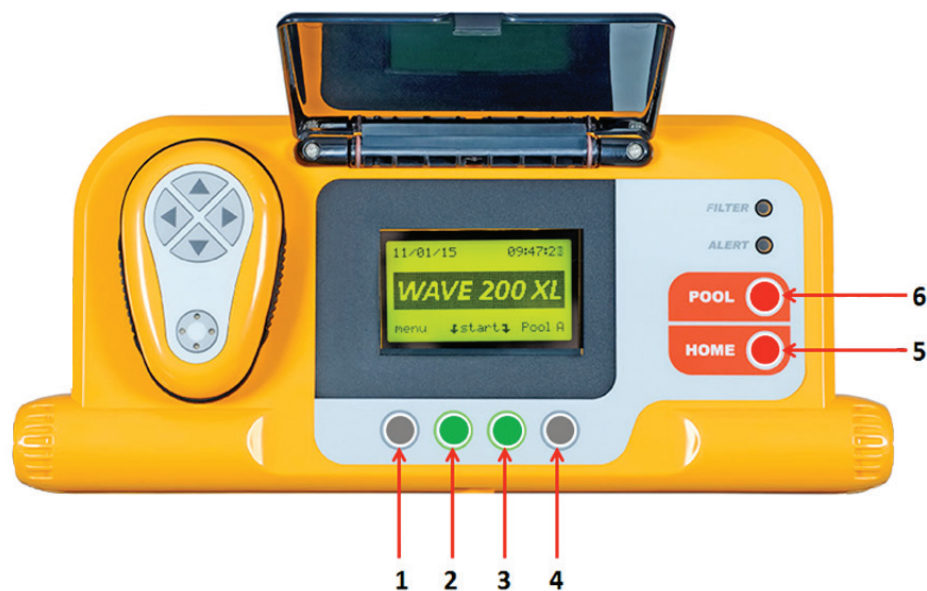

Figura 4: Consola MMI
- En este manual del usuario, el término "**Press Start (Presione Start)**" significa presionar simultáneamente los dos botones verdes de la consola MMI (indicados con los números **2** y **3** en la Figura 4).
- La MMI está equipada con un protector de pantalla que aparece después de 5 minutos de inactividad. Presionar los botones **POOL** y **HOME** (ver botones marcados **5** y **6** en la Figura 4) para salir del modo protector de pantalla.
- Algunas opciones en los menús (configuración de perfiles de la piscina) de la MMI están bloqueados con un código para evitar errores en los cambios de configuración. La secuencia de código para desbloquear estas opciones es: **3, 2 y 1** (Figura 4).
- **Alert (Alerta):** Este LED se ilumina para indicar un error que impide que el robot funcione. En estos casos, inspeccionar el robot para localizar el problema y si este puede solucionarse, iniciar de nuevo el robot. Si el error se repite, los detalles del error específico se exhibirán en la pantalla MMI (Figura 4). Si esto ocurre, póngase inmediatamente en contacto con su distribuidor de Maytronics.
2. Esperar a que aparezcan las rejillas del WAVE 200 XL. Pulsar **Start** (presione simultáneamente los dos botones verdes, indicados con los números **2** y **3** en la Figura 4). La sesión de limpieza comenzará.
3. Para detener en cualquier momento la sesión de limpieza, presionar el botón derecho de color gris, indicado con el número **4** en la Figura 4.